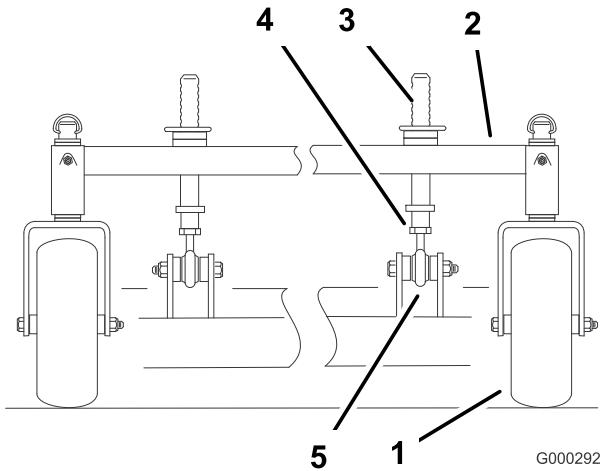

Figure 66
1. Vous pouvez régler les montants de hauteur de coupe avant pour modifier l'inclinaison avant/arrière (Figure 66).
2. Pour éléver l'avant du plateau de coupe, desserrez le contre-écrou et tournez la goupille avant dans le sens horaire (Figure 66).
3. Pour abaisser l'avant du plateau de coupe, desserrez le contre-écrou et tournez la goupille avant dans le sens anti-horaire (Figure 66).
6. Resserrez les écrous de blocage (Figure 66).